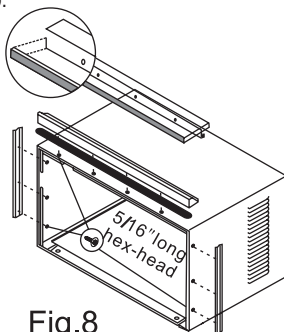

Fig.8
2. Instale tornillos de cabeza hexagonal de 5/16" en el gabinete, como se muestra en la Fig. 8 (10 tornillos).